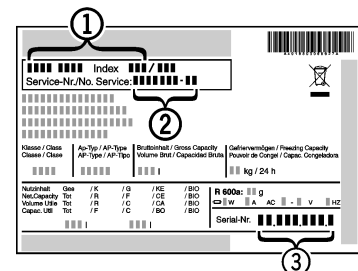

Fig. 8
- ▶ Designação da unidade *Fig. 8 (1)*, Serviço-Nº. *Fig. 8 (2)* e Nº de série. *Fig. 8 (3)* ler da placa de nome. A placa de nome se encontra no lado interno esquerdo da unidade.
- ▶ Comunicar o Serviço de Atendimento a Clientes e a falha, designação da unidade *Fig. 8 (1)*, Serviço-Nº. *Fig. 8 (2)* e Nº de série. *Fig. 8 (3)* comunicar.